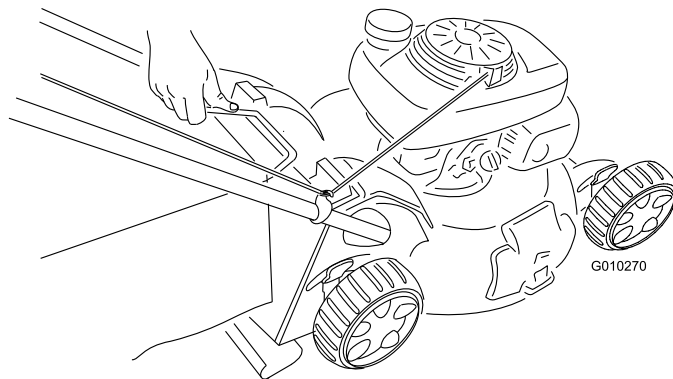

Figura 35
2. Retire el asa de la bolsa de recortes de las ranuras de la parte superior del cortacésped y retire la bolsa del cortacésped (Figura 35).